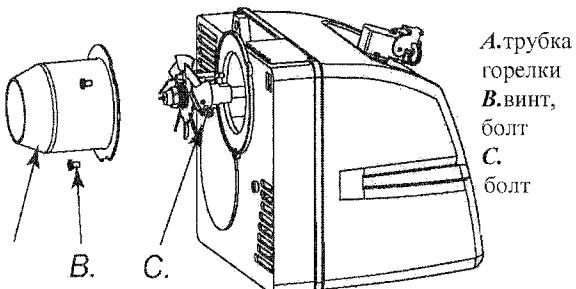

Рисунок 12 – Демонтаж горелки.
- Выкрутить винт (С на Рис. 12) крепящий горелку (Q на Рис. 4) к камере сжигания.
- Выкрутить три винта (В на Рис. 12) крепящие трубку горелки (A на Рис. 12).